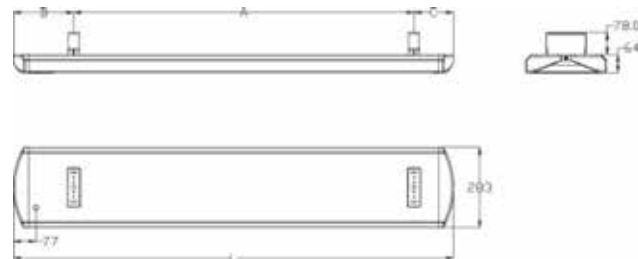

Рис.1
Габаритные размеры инфракрасного обогревателя согласно рис. 1 приведены в таблице 2.
4. В соответствии с рис. 1, 2 и таблицами 3, 4 определите место установки обогревателя на потолке или на потолочных конструкциях с соблюдением минимальных расстояний от предметов и минимального расстояния от пола.